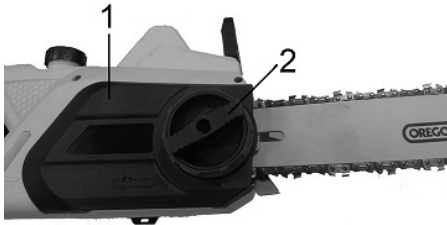

Fig.5
4. Rimontare il copri-pignone (1) e riavvitare il dado (2) sul copri-pignone. (Fig.5)